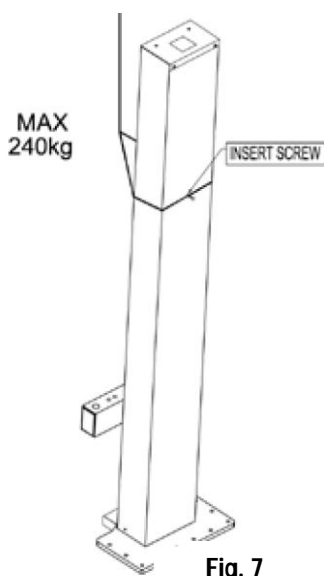

Fig. 7
- De kolommen kunnen mbv een spanband om de kolom heen, met een M10 bout als stop (Fig. 7) gegeven worden.